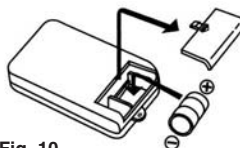

Fig. 10
Nota: Se colleghi più di un sensore all'unità principale, collegarli in serie come mostrato in fig. 6. Il dispositivo può essere utilizzato in estensione con una sirena esterna come mostrato in Fig.10
2. Togliere le batterie scariche ed inserire quelle nuove facendo attenzione alla polarità (Fig. 10).